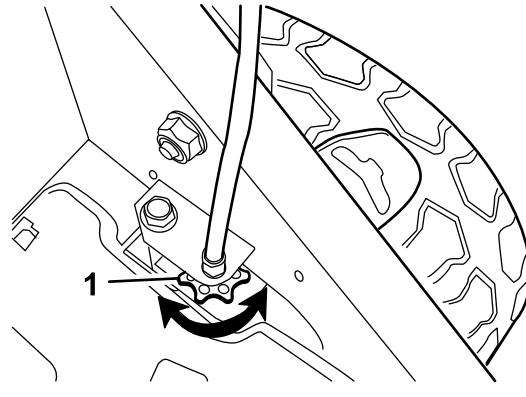

Рисунок 25
- Если колеса не врачаются, когда вы приводите в действие штангу управления самоходным приводом, ремень тяги натянут слишком слабо. Поверните ручку управления приводом колес (Рисунок 25) по часовой стрелке на один оборот и повторите действия, описанные в пунктах с 4 по 6.
• Если колеса начинают вращаться до того, как вы полностью прижмете штангу управления самоходным приводом к рукоятке, ремень тяги натянут слишком сильно. Поверните ручку управления приводом колес (Рисунок 25) против часовой стрелки на один оборот и повторите действия, описанные в пунктах с 4 по 6.